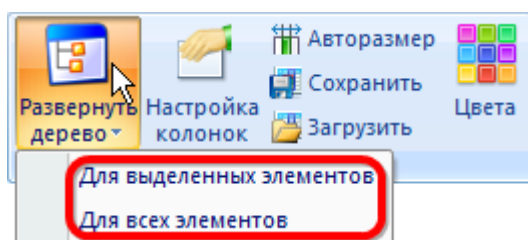

Рис. 5-17 – Пункты выпадающего меню элемента «Развернуть дерево»
- 2) Нажать кнопку «Развернуть дерево» панели «Вид» и выбрать нужное значение из выпадающего списка (рис. 5-17).